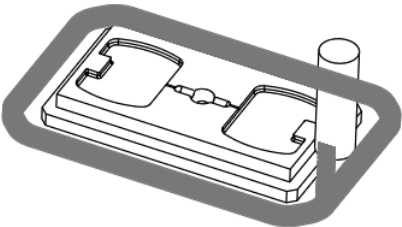

图 10.4.27 刀具的行走路线
Step2. 单击“播放路径”对话框中的 按钮，观测刀具的行走路线，结果如图 10.4.27 所示；